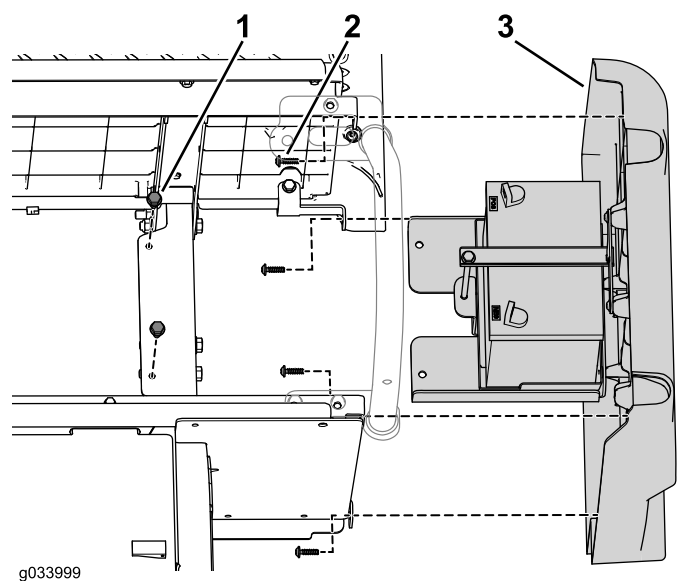

Figura 11
Nota: A bateria sai com o painel lateral direito como se mostra na Figura 11.
- 6. Retire os 2 parafusos de cabeça flangeada (5/16 x 3/4 pol.) que prendem o tabuleiro da bateria à estrutura e os 4 parafusos de cabeça torx (M6.0 x 22 mm) que prendem o painel lateral direito e retire o painel lateral (Figura 11).